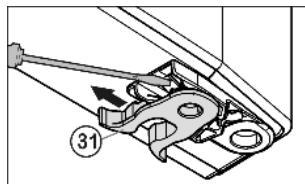

Fig. 8
- ▶ Преместване на пружинната скоба *Fig. 8 (31)*: Натиснете надолу фиксиращия палец, изтеглете пружинната скоба над него.